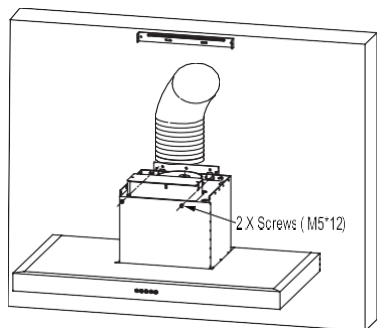

Fig.6
- Corrigir o tubo de escape no corpo principal, parafusos de bloqueio (M5 * 12) para evitar que o forro escape acidentalmente da placa de instalação. Veja a Fig. 6.